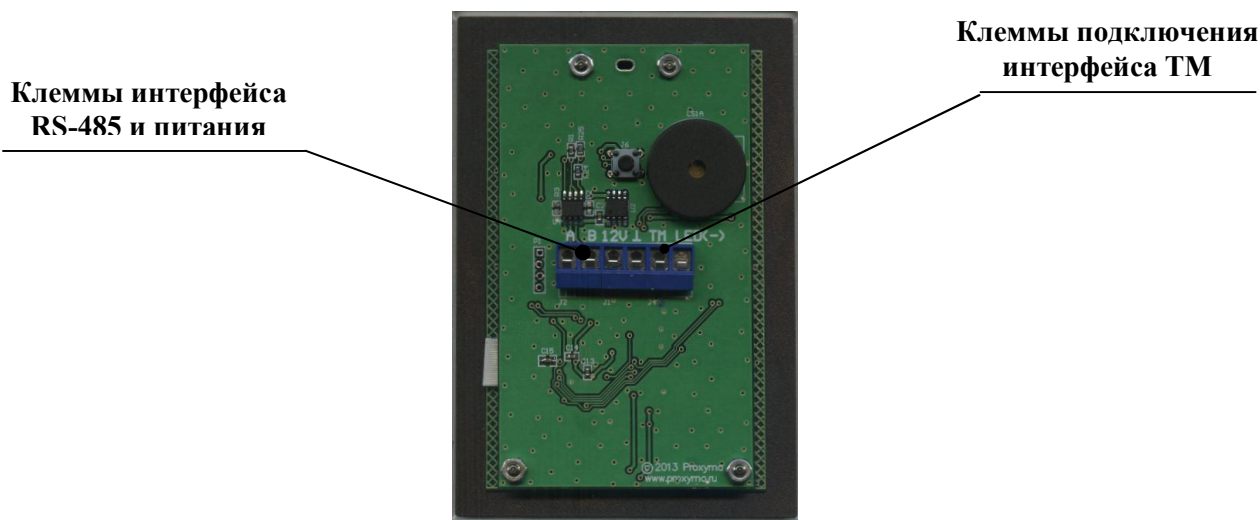

Рисунок 3 - Подключение питания и интерфейсов шины RS-485 и ТМ.
5.1 Клеммы подключения питания и интерфейсов (RS-485 и ТМ) клавиатуры показаны на рис. 3.